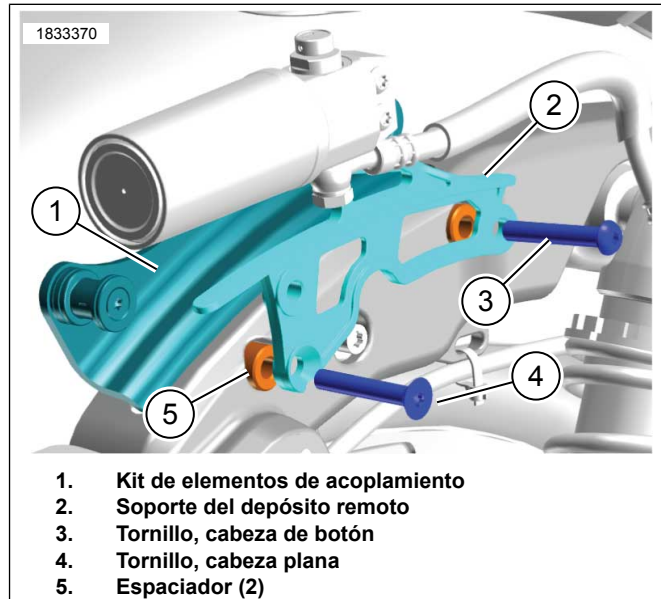

Figura 3.
2. Consulte la Figura 3. Instale los espaciadores (5).